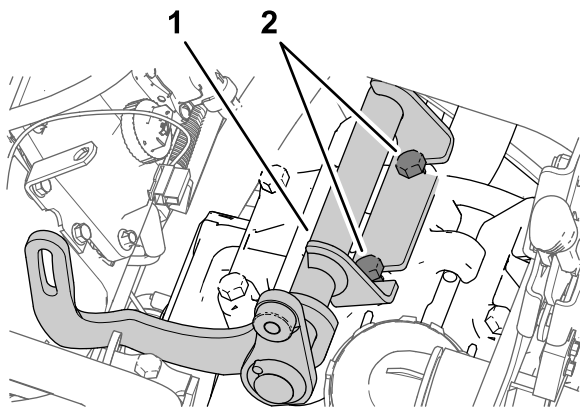

Bild 177
2. Fluchten Sie die Lichtmaschinenhalterung zwischen den gelösten Schrauben und dem Pumpenkopf (Bild 177) aus, wie in Schritt 1 abgebildet.